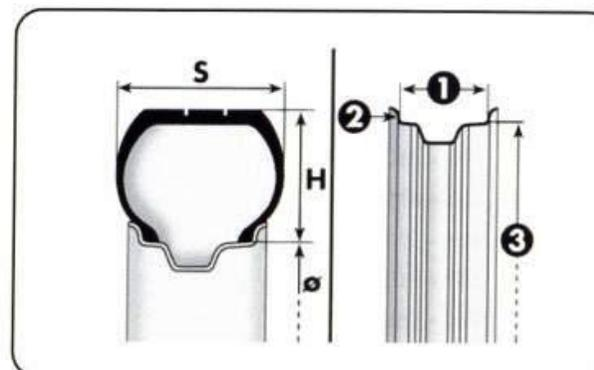

рис. 4
### РАСШИФРОВКА ОБОЗНАЧЕНИЯ ШИНЫ (рис. 4)
**РАСШИФРОВКА ОБОЗНАЧЕНИЯ КОЛЕСНЫХ ДИСКОВ (рис. 4)**